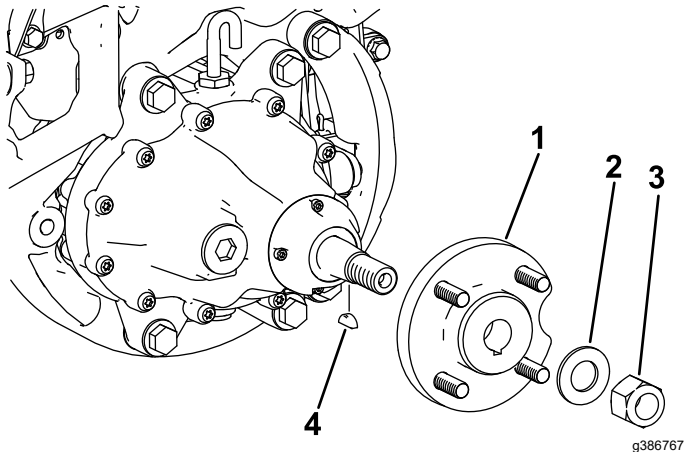

Figura 8
1. Montate il mozzo della ruota rimosso in precedenza con il dado di bloccaggio e la rondella corrispondenti (Figura 8).
3. Montate la chiave di Woodruff (Figura 8).